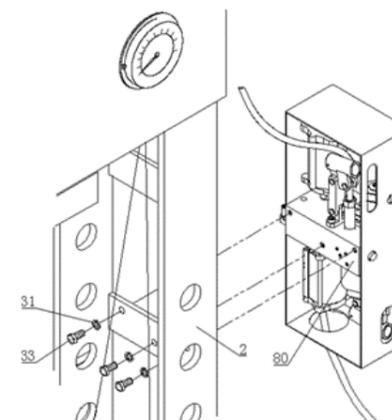

Рис. 3
11.2.1 Установите насос (80) на раму корпуса при помощи болтов М12Х25(33) и пружинных шайб 12 (31). (см. рис.3)